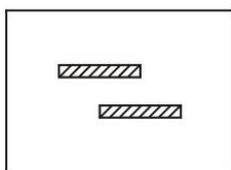
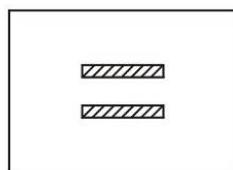
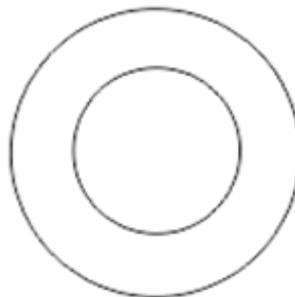

Abb.52
Abb.53
Abb.54
② um das rechte Auge auf $6\Delta U$ einzustellen, damit die Buchstabenreihen vollständig getrennt sind.
Wenn der Patient eine horizontale Phorie hat, wird dies als Abb. 52 dargestellt. Drehprisma drehen ⑫ zum anderen Auge, mit 0-Skala nach oben. (siehe Abb. 54) Prismendrehknopf drehen ⑪ so dass kein Unterschied zwischen dem linken und rechten Auge besteht und die Skala des rotierenden Prismas zu diesem Zeitpunkt die Prismenstärke anzeigt (siehe Abb. 53).